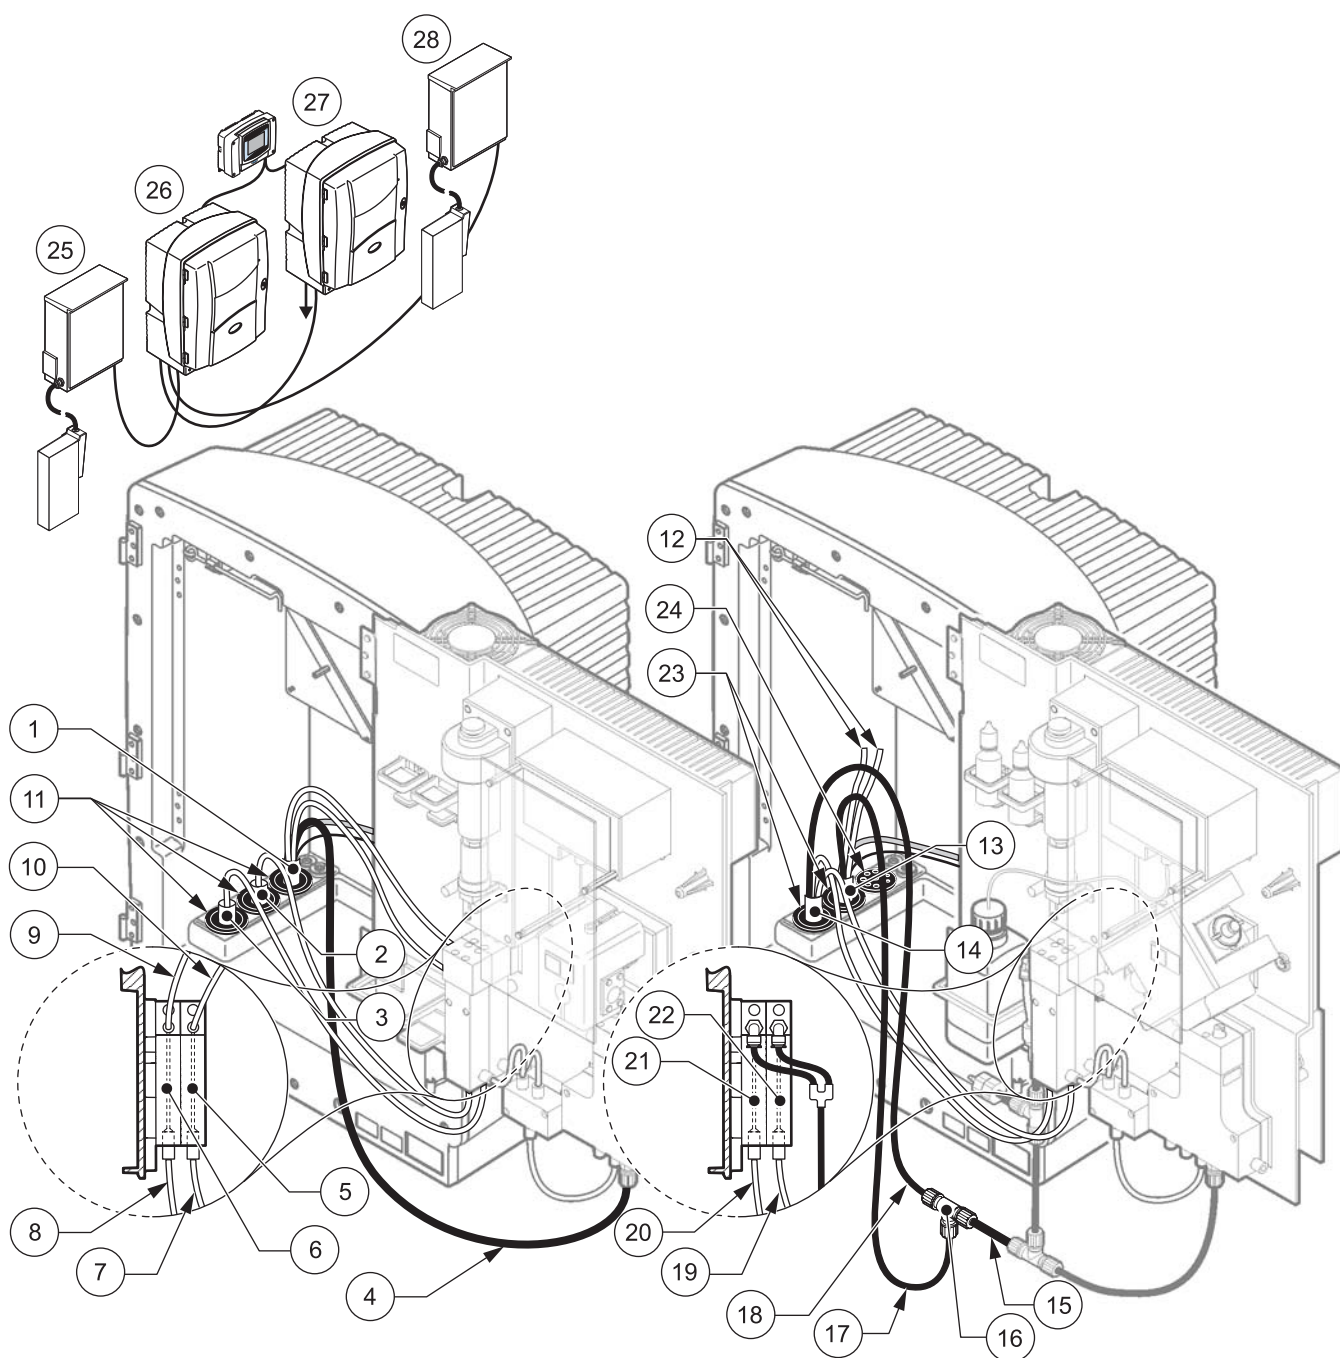

图 27 选项 6 设置
请参考图 27 以及选项 6 的以下说明：
- a. 通过分析器从 FILTRAX 1 引出加热的软管（图 27，项目 3）。使用 1 号密封塞加固。